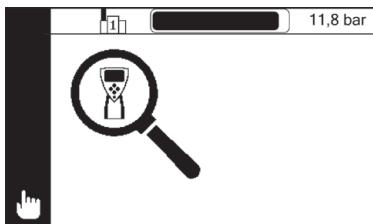

Fig. 7: Modo de espera (aqui: com indicação da pressão)
No modo de espera, o dispositivo de ensaio está ligado, mas nenhum equipamento está a ser utilizado (fig. 7). O dispositivo de ensaio está pronto a funcionar.
- O modo de espera (fig. 7) é indicado até ser inserido um equipamento.